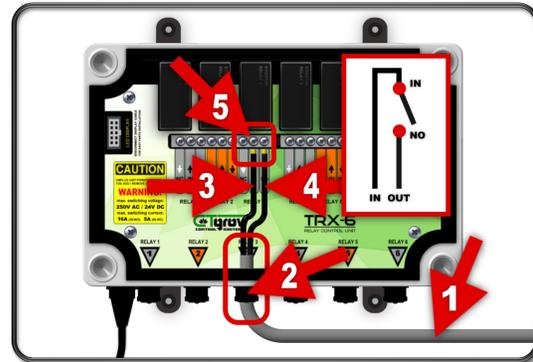
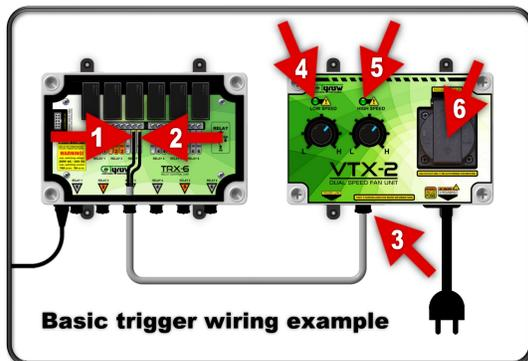
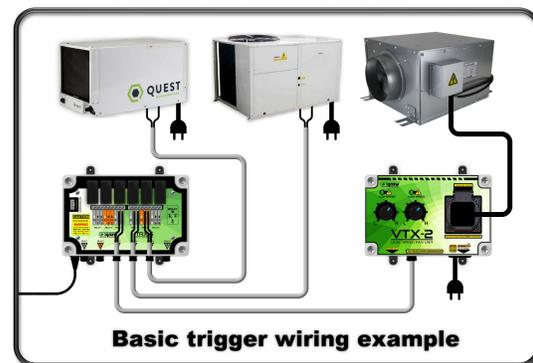

Figure 6.0.1
Figure 6.0.2
Figure 6.0.3
Certains appareils électriques, en particulier ceux conçus pour le contrôle industriel ou automatisé à distance, sont équipés d'un port ou d'un terminal de déclenchement à distance. Cette fonctionnalité permet un contrôle filaire simplifié, permettant à l'appareil d'être facilement intégré dans des systèmes plus importants ou contrôlé à partir d'un emplacement centralisé. (Voir Figure 6.0.3).
Par exemple, des appareils tels que des déshumidificateurs ou des contrôleurs de vitesse de ventilateur peuvent inclure un port/borne de déclenchement à distance pour permettre un contrôle externe de leur fonctionnement. En connectant l'unité de relais TRX-6 à ces appareils à l'aide de la configuration de câblage de déclenchement, vous pouvez contrôler efficacement leurs fonctions et paramètres à distance, sans avoir besoin d'une interaction manuelle avec chaque appareil individuel. (Voir Figures 6.0.2 et 6.0.3).
Dans cet exemple de câblage de déclenchement, nous allons connecter et utiliser le relais numéro 3 pour une configuration de base du port de déclenchement marche/arrêt qui contrôlera un appareil comme un déshumidificateur ou, comme dans ce cas, un contrôleur de vitesse de ventilateur CTgrow VTX-2. (reportez-vous à la figure 6.0.2).
Commencez par desserrer le presse-étoupe pour permettre aux fils/câbles de commande électrique de passer à travers le bon presse-étoupe. Ensuite, guidez les câbles/fils à travers le presse-étoupe. Une fois que les câbles/fils sont à l'intérieur de l'unité, fermez solidement le presse-étoupe pour le verrouiller. eux en position. (voir Figure 6.0.1-1/2).
Repérez les vis de borne (IN) et (NO) correspondantes pour le commutateur de relais. Les deux connecteurs de borne peuvent être ouverts facilement en tournant les vis de borne dans le sens inverse des aiguilles d'une montre (voir Figure 6.0.1-5).
Prenez le fil entrant et insérez-le dans la borne (IN) (voir Figure 6.0.2-1). Assurez-vous que le fil est complètement inséré et serré dans la borne (voir Figure 6.0.1-5). Ensuite, prenez le fil de retour et insérez-le dans la borne disponible (NO) et verrouillez-le en place (voir Figure 6.0.3-4).